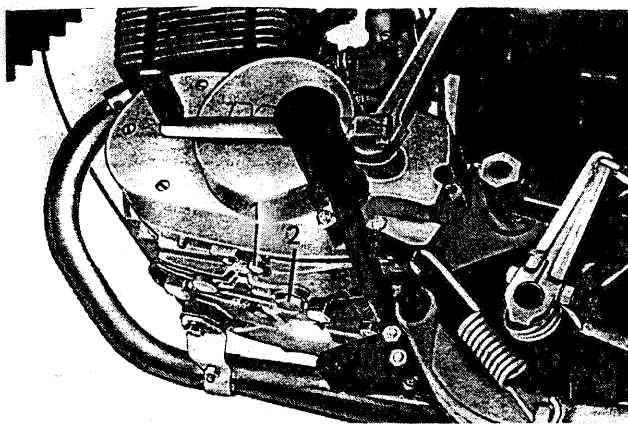

Fig. 134. Vidanger le lubrifiant de la chambre d'engranages et d'embrayage
On visse le pont de montage 22-50.430 avec deux vis M 5 (1) et une vis M 6 (2) sur le demi-carter droit. Ensuite, dévisser la vis d'arrêtage (3) à la fig. 134).